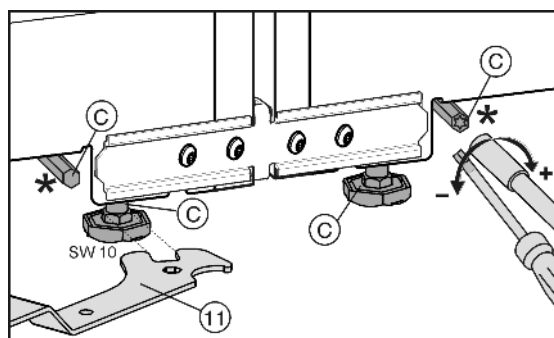

Fig. 8
I piedini di regolazione anteriori possono essere regolati con la chiave fissa Fig. 8 (11) in dotazione, i piedini di regolazione posteriori\* con un cacciavite Torx® 25.